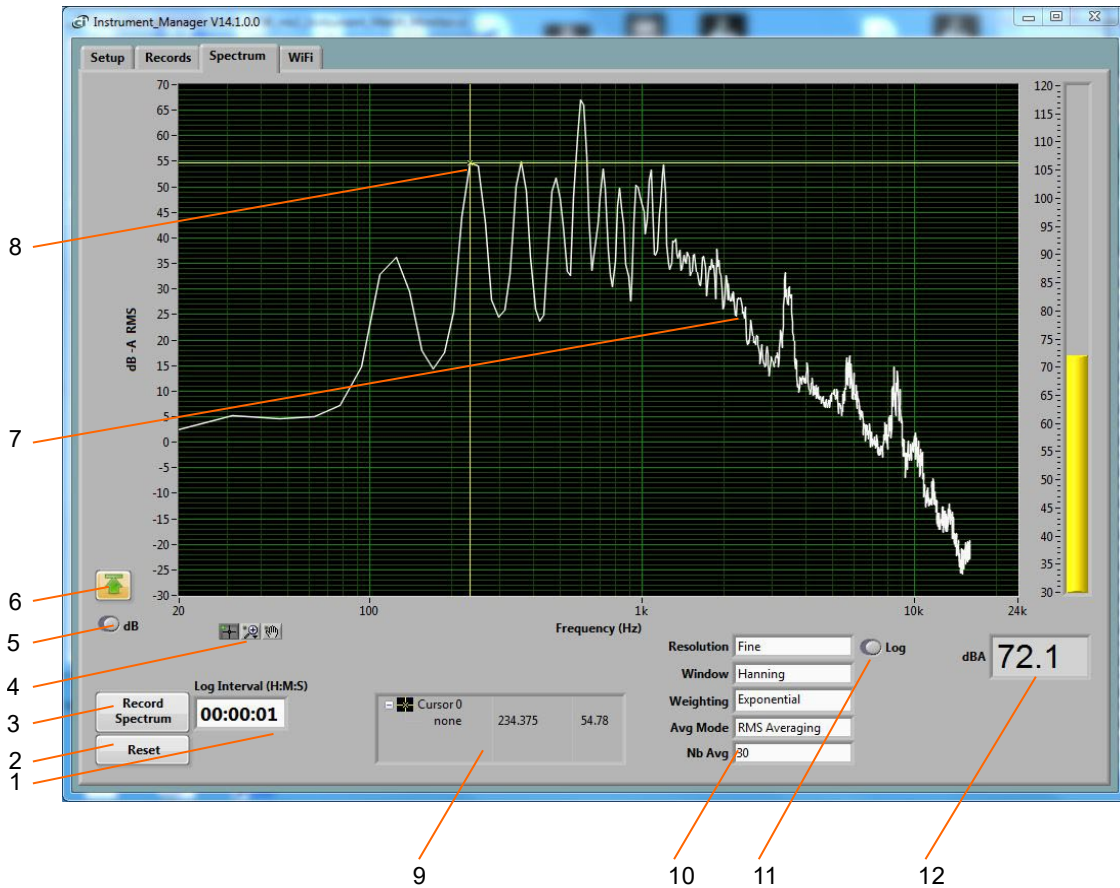

Figure 4 Onglet Spectrum
- **L'onglet Spectrum :** Permet d'afficher ou d'enregistrer un spectre de puissance en temps réel mesuré par le *NSRTW_mk4* (voir Figure 4).